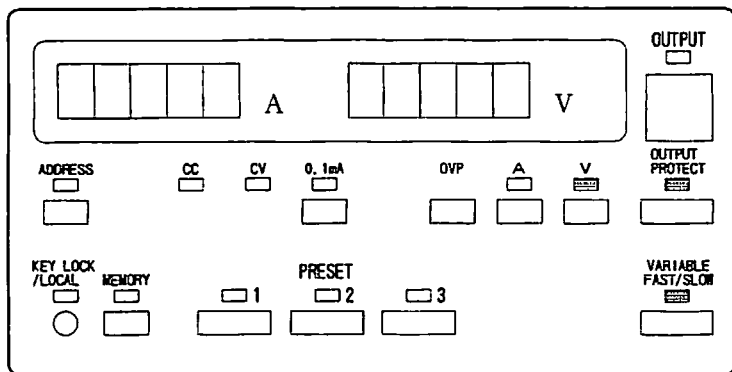

図 10
- 1) 図10のようなLEDの点灯および消灯状態にします。